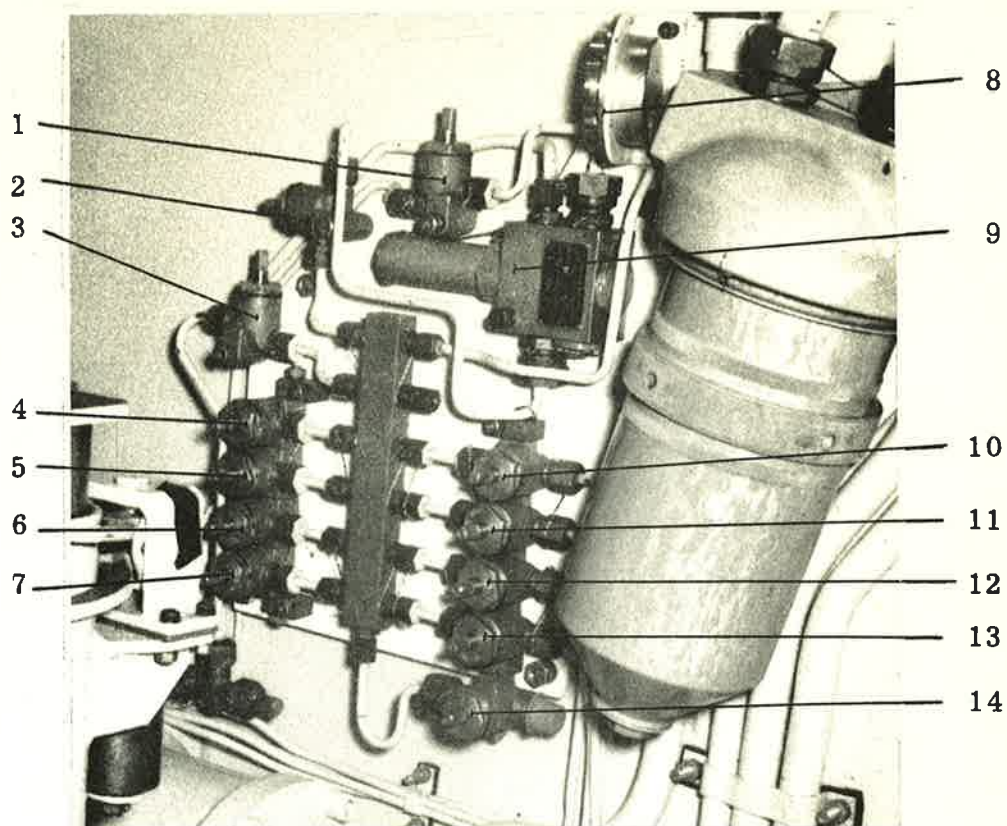

Bild 3. Avstängningskranar
2. Öppna kran 3, bild 3.
6. Starta kolvmotorn. Starta höjdriktsystemet. Stäng kranarna till ändbärhjulen (V1 och V4, H1 och H4) 4, 7, 10 och 13 i bild 3. Avvakta tills vagnen stabiliserat sig och manometern 8 visar 45 kp/cm^2 .
8. Stäng kranarna till mellanbärhjulen (V2 och V3, H2 och H3) 5, 6, 11 och 12 i bild 3. Stäng kranen 1.
2. Stäng kranen 3, bild 3.
4. Öppna kranarna 1 och 2 bild 3.